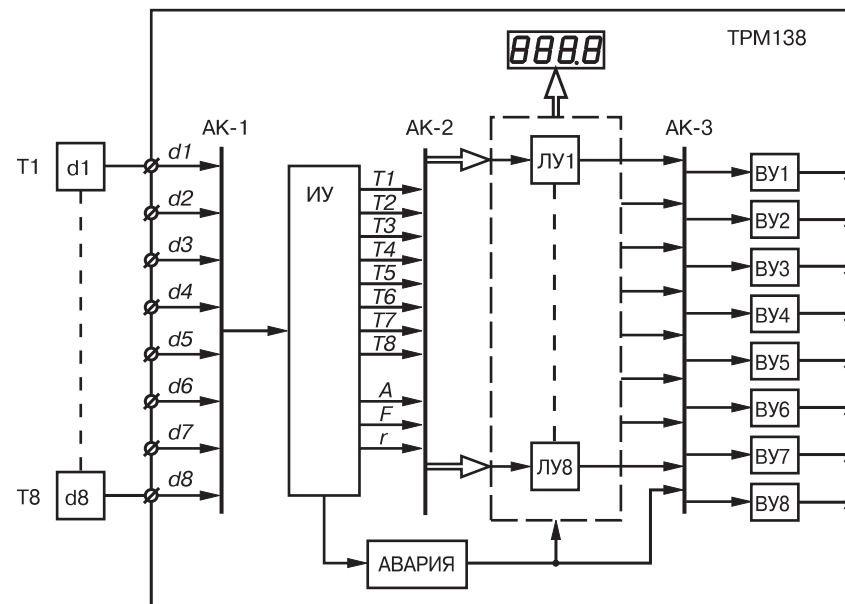

Рис. 1. Функциональная схема прибора
3.1.1. Функциональная схема прибора представлена на рис.1.